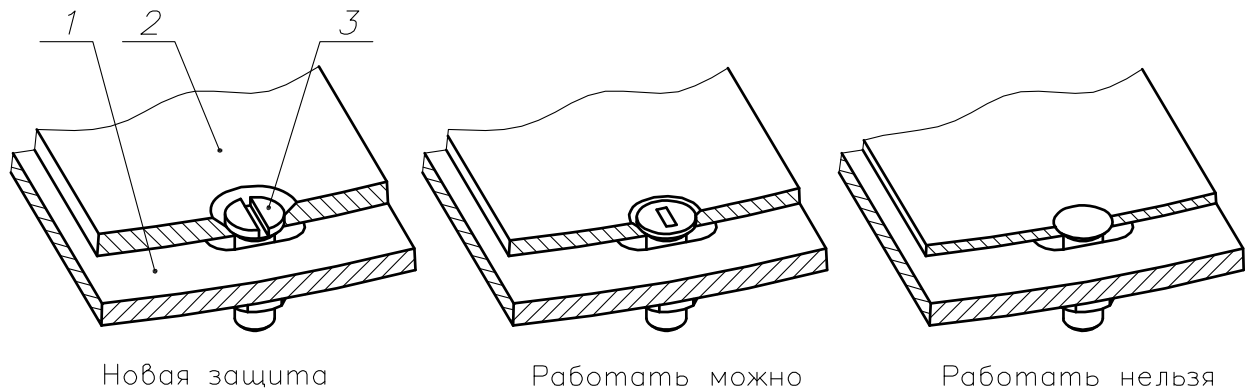

Рис.5. К оценке состояния элементов защиты.
4.1.5. Проверить внешним осмотром состояние элементов защиты. Критерием предельного состояния защиты на износ является отсутствие риски на винте крепления элементов защиты к корпусу смесителя (см. Рис.5). При необходимости произвести замену элементов защиты, изготовив их по чертежам, приведенным в разделе «ПРИЛОЖЕНИЯ».